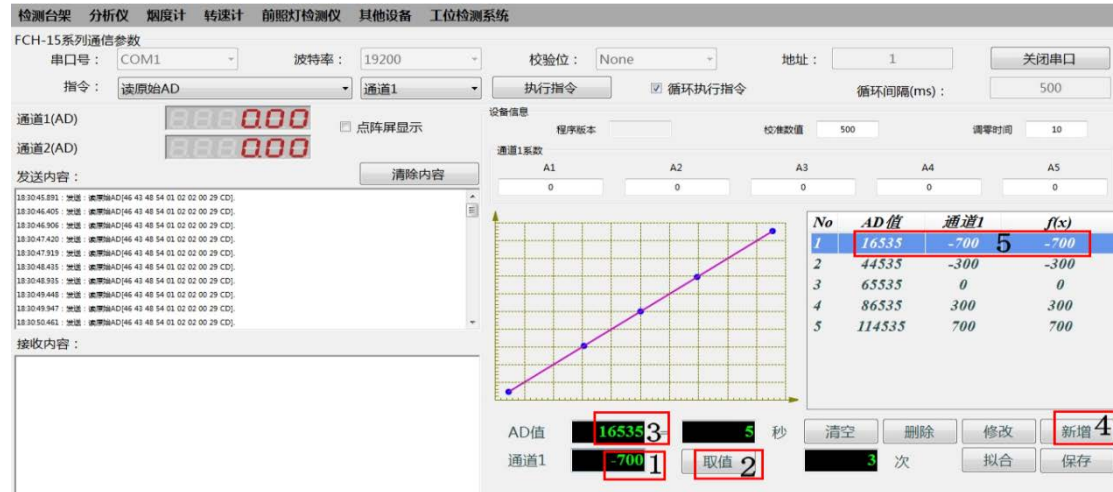

图 4.11
(10)、将测量板继续向外推，至百分表再转过四圈（即百分表累计转过7圈），待AD值相对稳定后，在通道1写入“-700”，点击“取值”，此时取得AD值为16535，点击“新增”（见图4.11），将标定点“-700”和对应的AD值16535增加到标定坐标系。